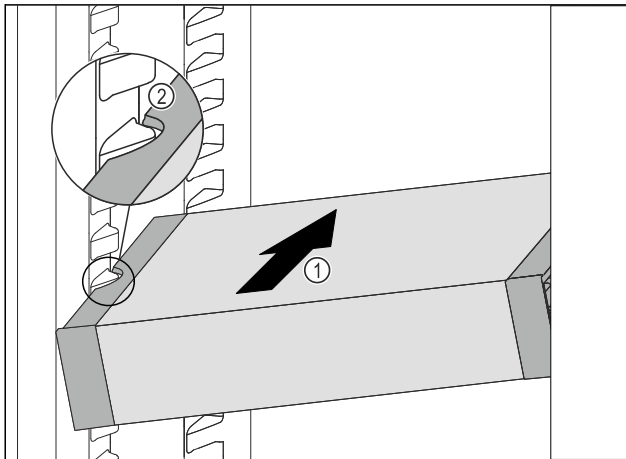

Fig. 54
- ▶ VarioSafe schräg in das Kühlteil einschieben Fig. 54 (1), bis sich die seitlichen Aussparungen Fig. 54 (2) des VarioSafes auf Höhe der Behälterrippe im Kühlteil befinden.